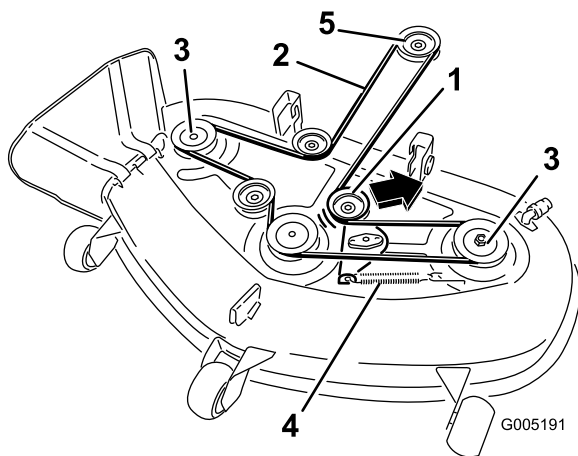

Bild 46
- Ziehen Sie die Spannscheibe in die in Bild 46 angegebene Richtung und rollen den Riemen von den Scheiben ab.
- Legen Sie den neuen Riemen um die Motor- und Mähwerkspannscheiben (Bild 46).
- Ziehen Sie die Spannscheibe in die in Bild 46 angegebene Richtung und verlegen den Riemen um die andere Spannscheibe (Bild 46).